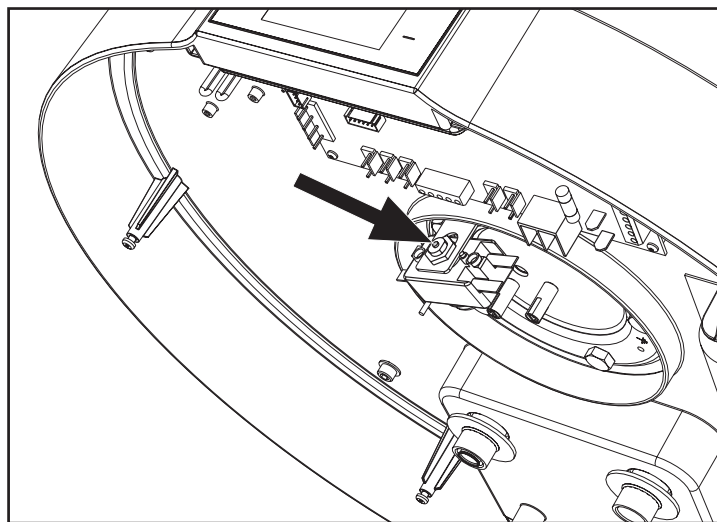

fig. 41 - Ripristino del termostato di sicurezza
- Ripristinare manualmente il termostato di sicurezza intervenuto (fig. 41). In caso di intervento il perno centrale del termostato fuoriesce per circa 2 mm.